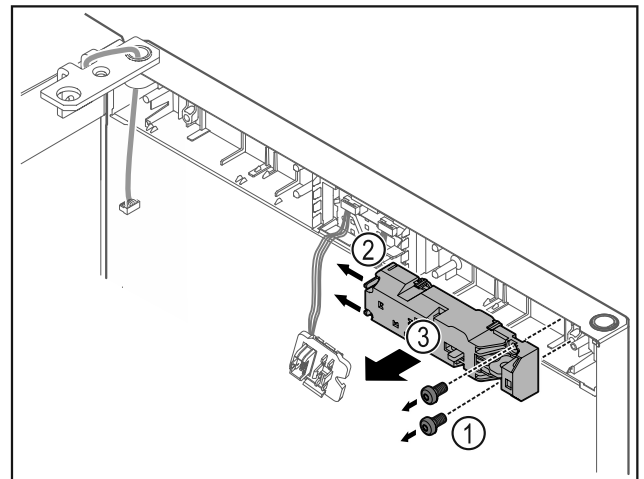

Fig. 10
- ▶ Αφαιρέστε τις βίδες Fig. 10 (1).
- ▶ Πιέστε τις προεξοχές ασφάλισης Fig. 10 (2) προς το πλάι και αφαιρέστε την τηλεχειριζόμενη κλειδαριά Fig. 10 (3).